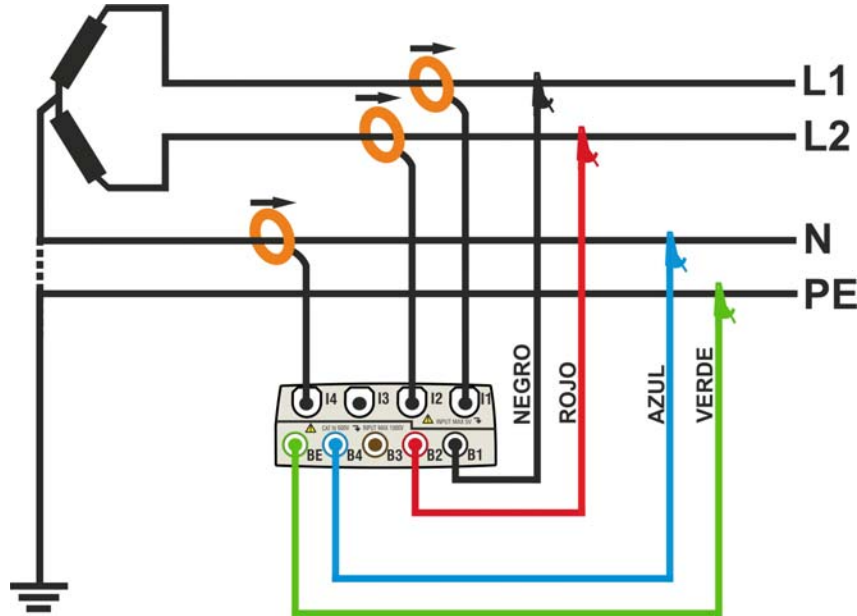

Fig. 111: Conexión del instrumento en un sistema Bifásico 3-hilos 3P2E
2. Conecte los cables de medida de tensión sobre los conductores de L1, L2 y N respetando los colores como muestra la Fig. 111
3. Conecte las pinzas de corriente sobre el conductor L1, L2 y N como muestra en la Fig. 111 **respetando el sentido de la flecha** presente sobre la misma pinza que indica la dirección convencional de la corriente desde el generador a la carga. **Verifique siempre (seleccionando preliminarmente el sistema 3-hilos), en la pantalla de la sección Visualización Medida, que las Potencias Activas P1, P2 sean siempre positivas y que el factor de potencia Pf1, Pf2 sea correspondiente a la carga, normalmente inductivo**, antes de activar un registro. En caso de valores negativos de las potencias activas gire la pinza 180° sobre el conductor interesado.